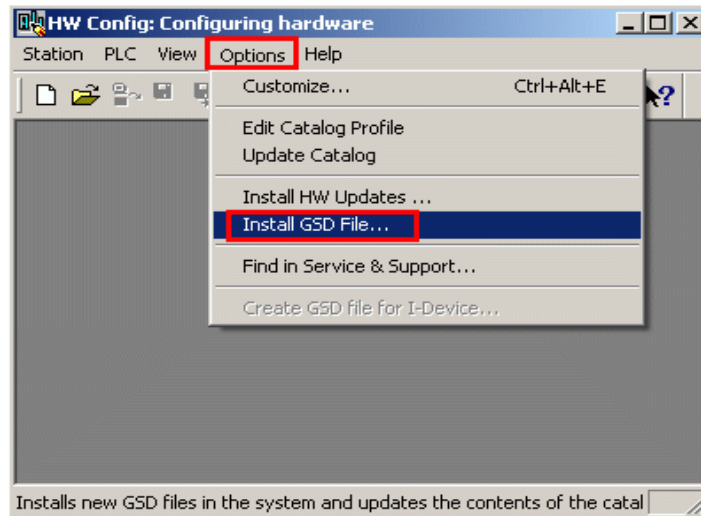

图 7 安装 GSD 文件
- (1) 确保可以通过 PG/PC 中的目录访问到要集成的 GSD 文件（无法访问中文路径）。
- (2) 打开硬件配置（HW Config），关闭其中打开的项目。
- (3) 选择菜单命令“Options > Install GSD file...”，如图 7 所示。